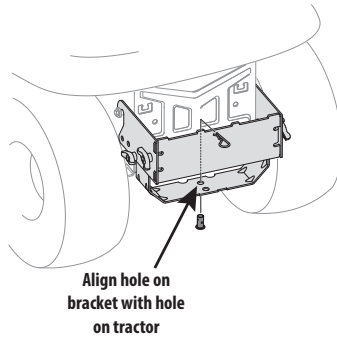

Figura 8
2. Instale el pasador de horquilla (711-0309A) del paquete de herrajes 689-02364 en el enganche del tractor y fíje con un sujetador de horquilla (714-0117). Consulte la Figura 8.